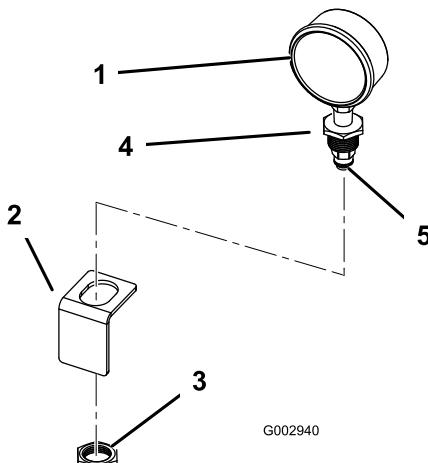

Bild 22
- Wickeln Sie Teflonband links um das Gewinde des Druckmanometers und setzen Sie die Armatur des Reduzierstücks auf das Druckmanometer (Bild 22).
2. Setzen Sie die schwarze Kunststoffarmatur auf die Armatur des Reduzierstücks am Druckmanometer (Bild 22).
3. Bauen Sie das Druckmanometer in die Halterung unter der kreisförmigen Öffnung im Innern der Abdeckung des Steuerkastens ein. Befestigen Sie es mit der beiliegender Mutter (Bild 22).